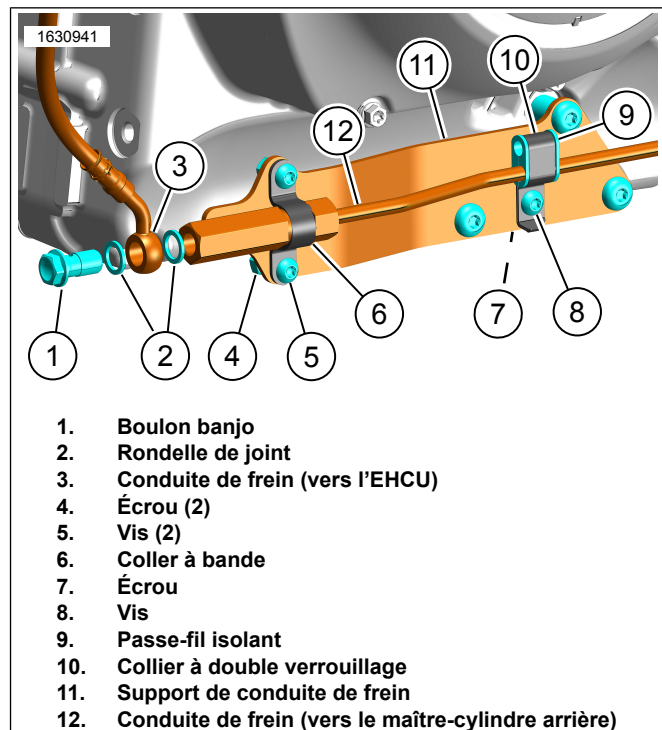

Figure 15. Boulon banjo
1. Voir la Figure 15. Installez le passe-fil isolant (9) et le collier de verrouillage double (10) autour de la section dure de la conduite de frein (12).
- a. Utilisez une fente inférieure dans le passe-fil isolant (9) pour la conduite de frein.
2. Positionnez la conduite de frein (12) et le collier (10) sur le dessus du support de la conduite de frein (11).
3. Installez le collier à bande (6) autour de la rainure du collecteur de conduite de frein.
9. Voir la Figure 15. Installez le boulon creux (1).
- a. Installez de **nouvelles** rondelles de joint (2).